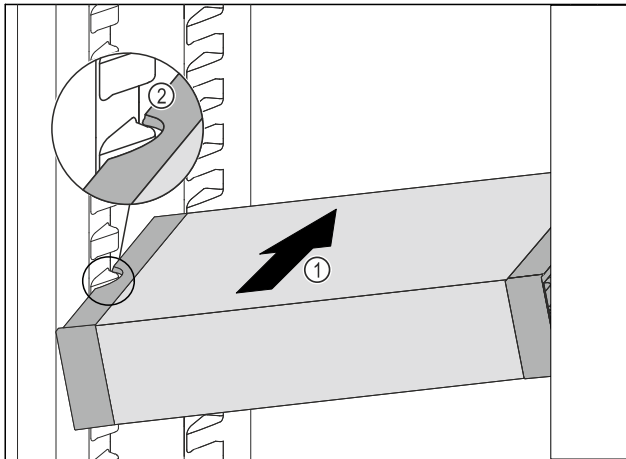

Fig. 96
- ▶ Introduzca el VarioSafe en posición oblicua en el compartimento del frigorífico Fig. 96 (1) hasta que los huecos laterales Fig. 96 (2) del VarioSafe se encuentren a la altura de la nervadura del recipiente en el compartimento frigorífico.